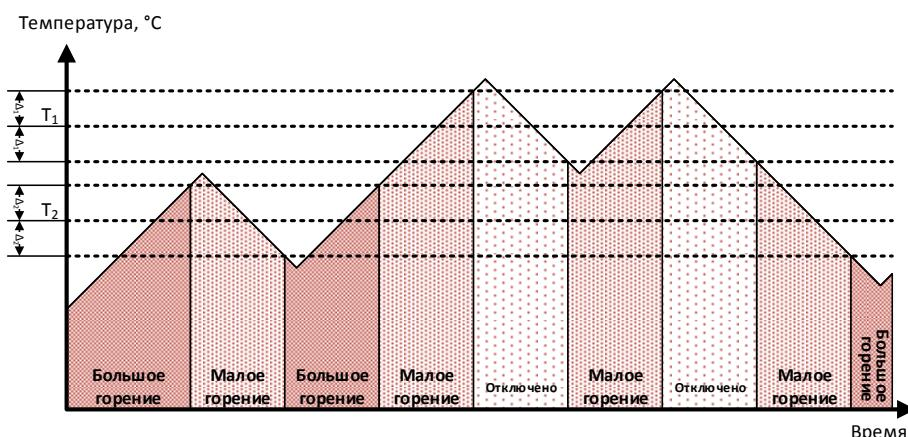

Рис. 6: Диаграмма работы регулятора температуры.
- Уставка малого горения — задание регулирование «Малое горение – Отключено» в °С. Порог T_1 из диаграммы регулятора (рисунок 6).